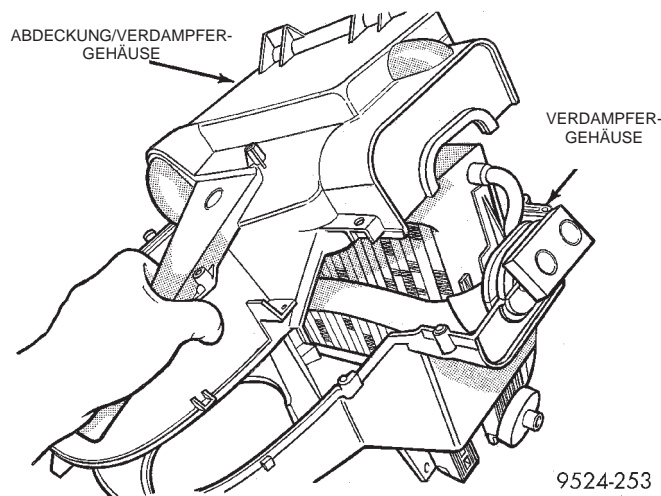

Abb. 90 Obere Abdeckung des Verdampfergehäuses
(20) Die obere Abdeckung des Verdampfergehäuses ausbauen (Abb. 90).